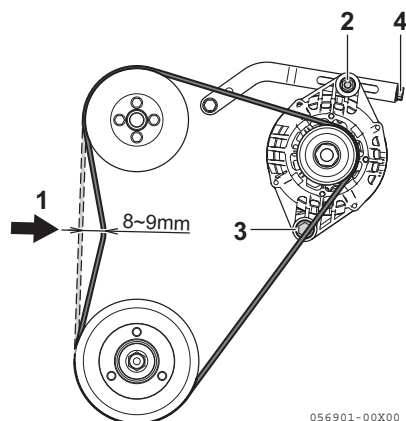

Figure 4
2. Vérifiez la courroie en appuyant au milieu de la courroie (**Figure 4, (1)**) avec le doigt. Avec une tension adaptée, la courroie doit fléchir de 8 à 9 mm (environ 3/8 po.).
3. Desserrez les 3 boulons de l'alternateur (**Figure 4, (2) (3) (4)**).
4. Vissez le boulon de réglage et déplacez l'alternateur (**Figure 4, (4)**) pour régler la tension correctement.